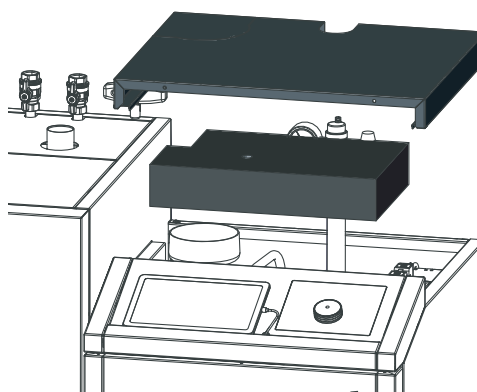

Fig. 61 Togliere il coperchio del rivestimento, rimuovere l'isolamento
- ▶ Togliere il coperchio del rivestimento e rimuovere l'isolamento sopra il coperchio delle superfici riscaldanti. – Fig. 61.